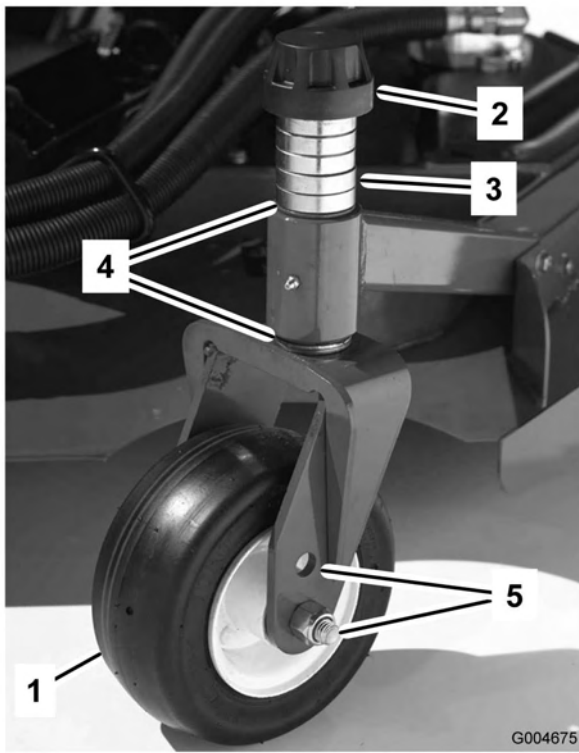
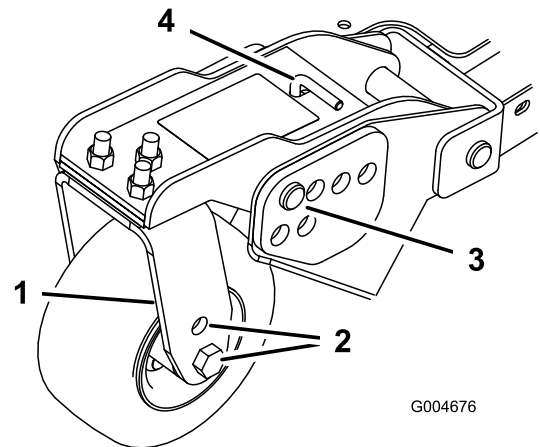
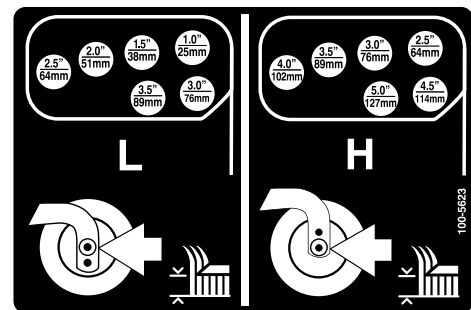

Figure 18
Figure 20
Figure 21
1. Placez les essieux des roues pivotantes dans les mêmes trous sur toutes les fourches (Figure 18 et Figure 20). Pour choisir les trous corrects pour la hauteur de coupe requise, reportez-vous au tableau suivant.
2. Enlevez le chapeau de tension de l'axe de pivot (Figure 18) et sortez l'axe du bras pivotant. Remplacez les 2 cales (3 mm) sur l'axe de pivot comme à l'origine. Elles sont requises pour que les plateaux de coupe soient parfaitement de niveau sur toute la largeur. Placez le nombre requis d'entretoises de 13 mm sur l'axe de pivot pour obtenir la hauteur de coupe voulue, puis ajoutez la rondelle.
4. Enlevez la goupille fendue et les axes de chape des bras pivotant (Figure 20).
5. Tournez la tige de tension pour élever ou abaisser le bras de pivot jusqu'à ce que les trous soient en face de ceux du support de hauteur de coupe sélectionnés dans le bâti du plateau de coupe (Figure 20 et Figure 21).